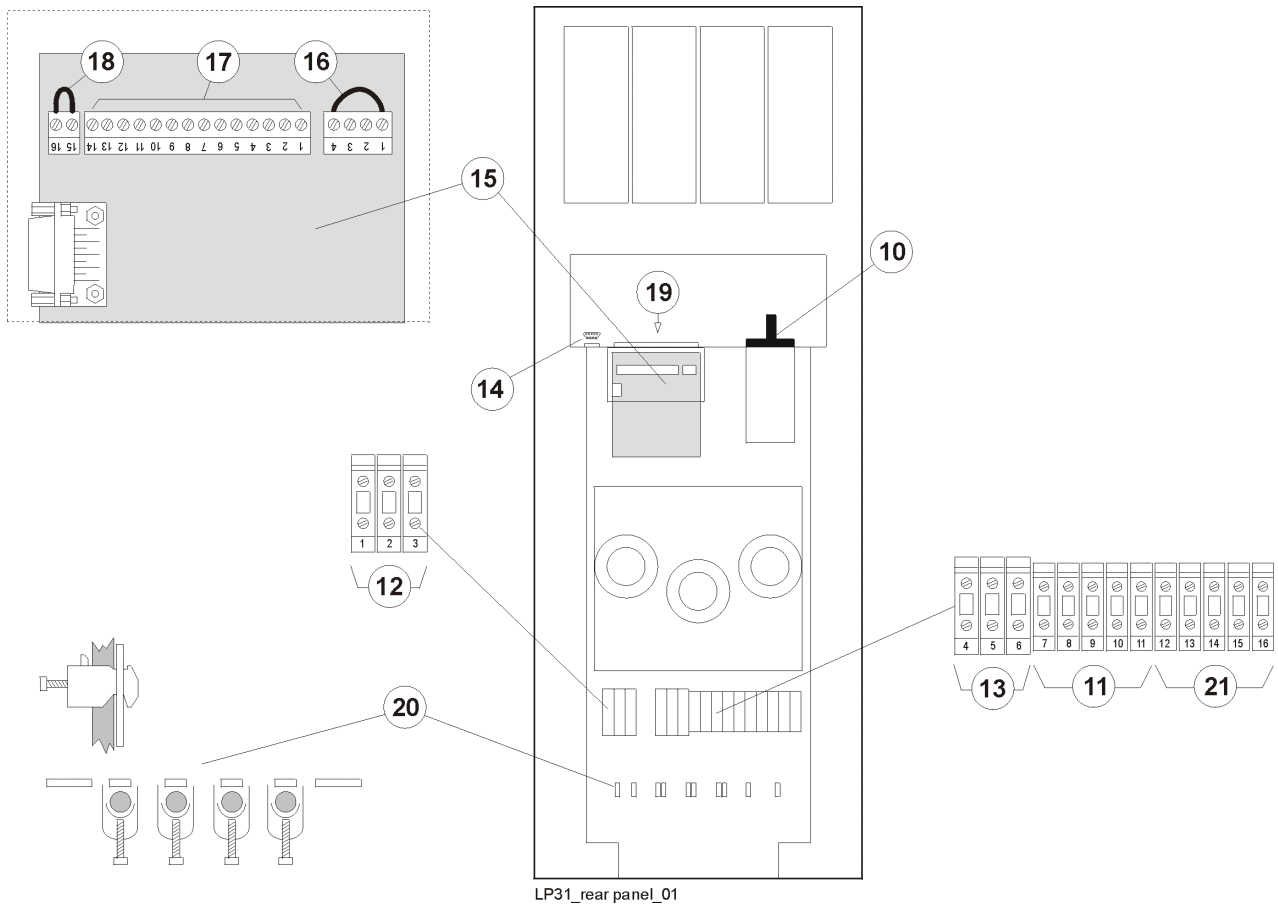

Bild 6 – Rückseite
1. Bitte beachten Sie Bild 6 in Abschnitt 4.1 und Zeichnung "TERMINALS".
6. Verbinden Sie die Verbraucher mit den Anschlüssen 1 (Phase) und 2 (Nulleiter) und die Schutz Erden mit dem Schutz Erde-Anschluss (3).
7. Verbinden Sie die Bypassversorgung mit den Anschlüssen 4 (Phase) und 5 (Nulleiter) und die Schutz Erden mit dem Schutz Erde-Anschluss (6).
8. Verwenden Sie die Zugentlastungen, die zusammen mit der Anlage ausgeliefert werden, um die Kabel an den Befestigungspunkten (20, siehe Fig. 6) an der Rückwand zu fixieren.